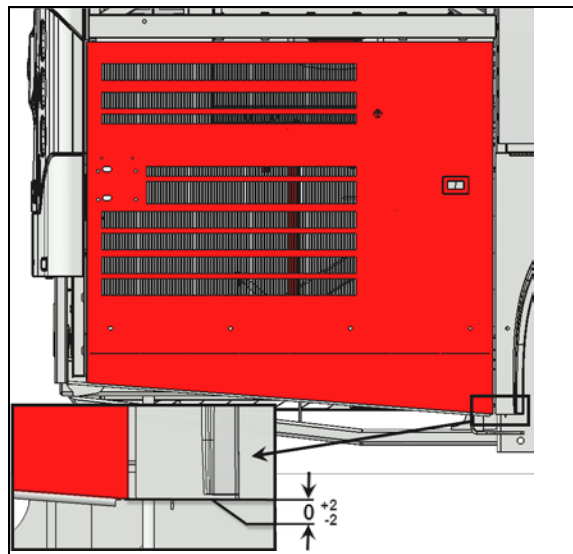

FIGURE 51:
3. Le coin inférieur droit de la porte doit être à la même hauteur que le coin inférieur gauche de l'aile arrière (Figure 51:)